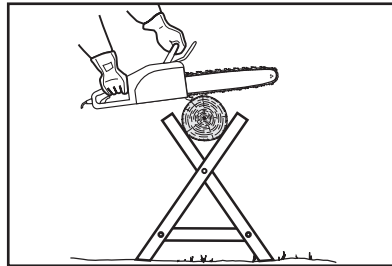

Fig. 34
- Apoye los troncos pequeños en un soporte de serrado o en otro tronco durante el seccionamiento (Fig. 34).